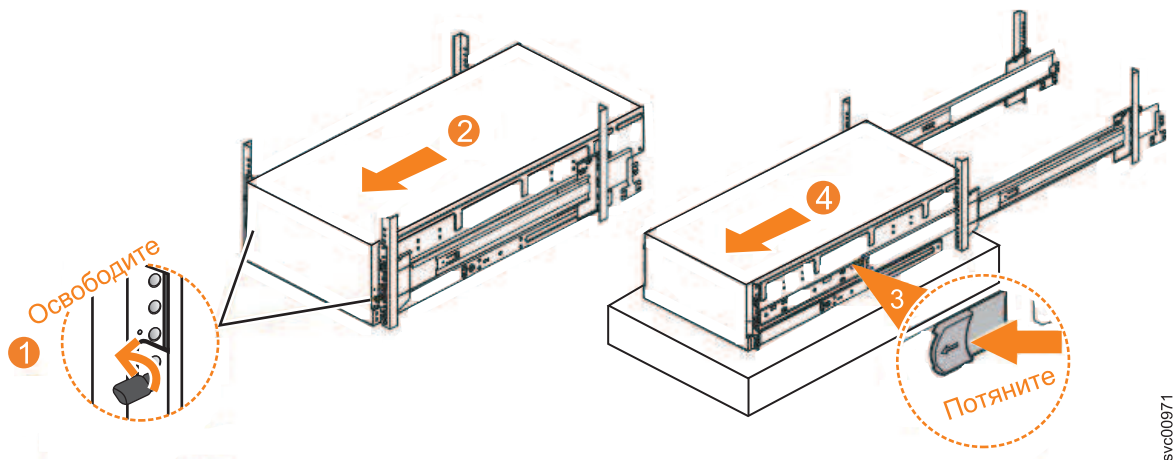

Рисунок 107. Удаление корпуса 2145-92F из стойки
1. Ослабьте винты (**1**) с передней стороны корпуса (см. рис. 107).
2. Осторожно выдвиньте корпус из стойки (**2** на рис. 107).
3. Найдите левый и правый синие фиксаторы с передней стороны корпуса. Потяните за них, чтобы разблокировать механизм лотка (**3** на рис. 107).
4. Выдвиньте корпус и внутреннюю направляющую из стойки (**4** на рис. 107).